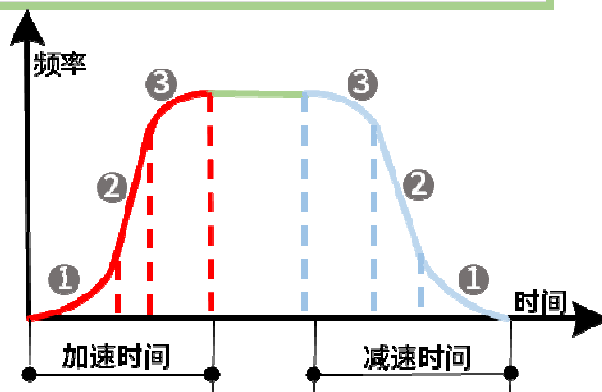

图 5-4 S 曲线加减速
S 曲线起始段时间如图 5-4 中 ① 所示, 这里输出频率变化的斜率从 0 逐渐递增。
S 曲线上升段时间如图 5-4 中 ② 所示, 这里输出频率变化的斜率恒定。
S 曲线结束段时间如图 5-4 中 ③ 所示, 这里输出频率变化的斜率逐渐递减到 0。